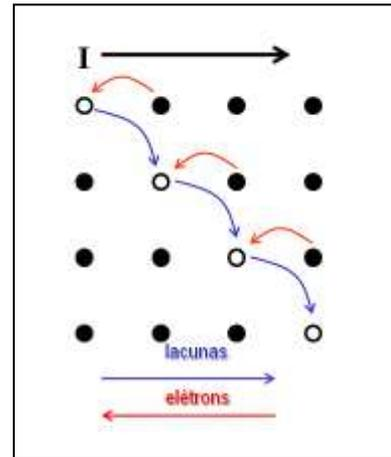

Figura 4 – Movimento de portadores de carga
O fenômeno da corrente elétrica nos semicondutores é obtido seja do deslocamento de elétrons na banda de condução (BC) - I_n , em uma direção, seja do movimento de lacunas na banda de valência (BV) - I_p . Tal situação é ilustrada na figura 4.